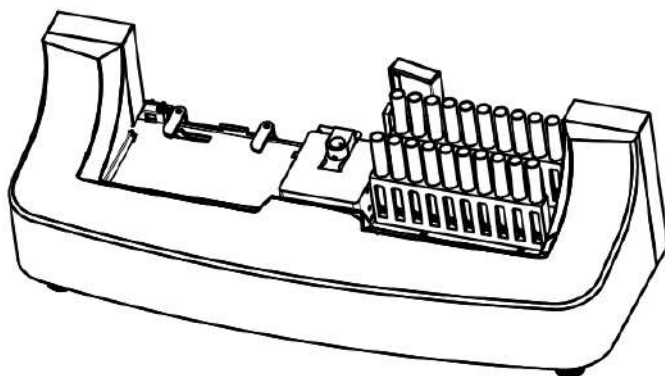

Рисунок 7-2-3
(2) Поместите штатив с правой стороны автозагрузчика гибридного анализатора мочи, как показано на рис. 7-2-3: